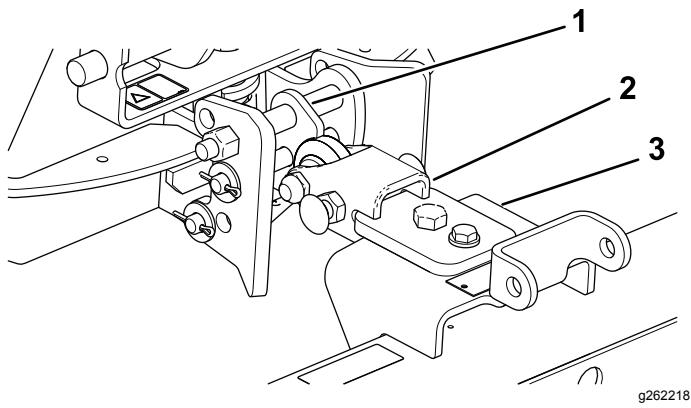

Bild 11
1. Montieren Sie die Anhängevorrichtung so, dass die abgewinkelte Seite oben liegt (Bild 11).
2. Montieren Sie die Deichsel an der Oberseite des Hängeprofils (Bild 11).